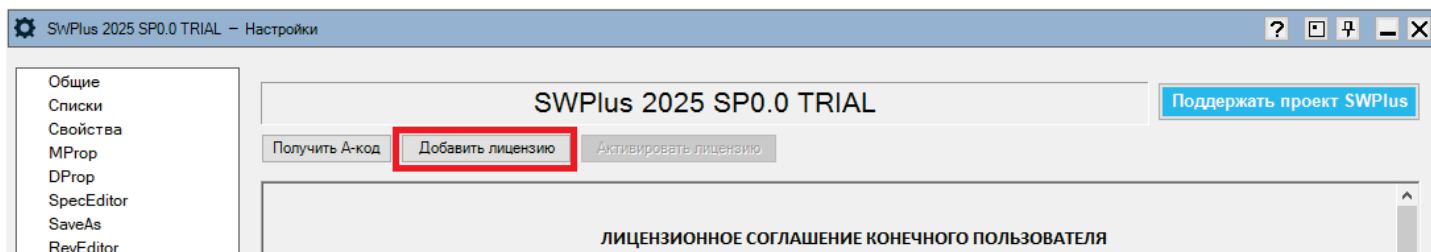

Рис. 5 – Команда для добавления файла лицензии
3. Нажмите кнопку **Добавить лицензию** или **Заменить лицензию** (рис. 5) и укажите путь к файлу Activation.txt. Нажмите **Открыть**.